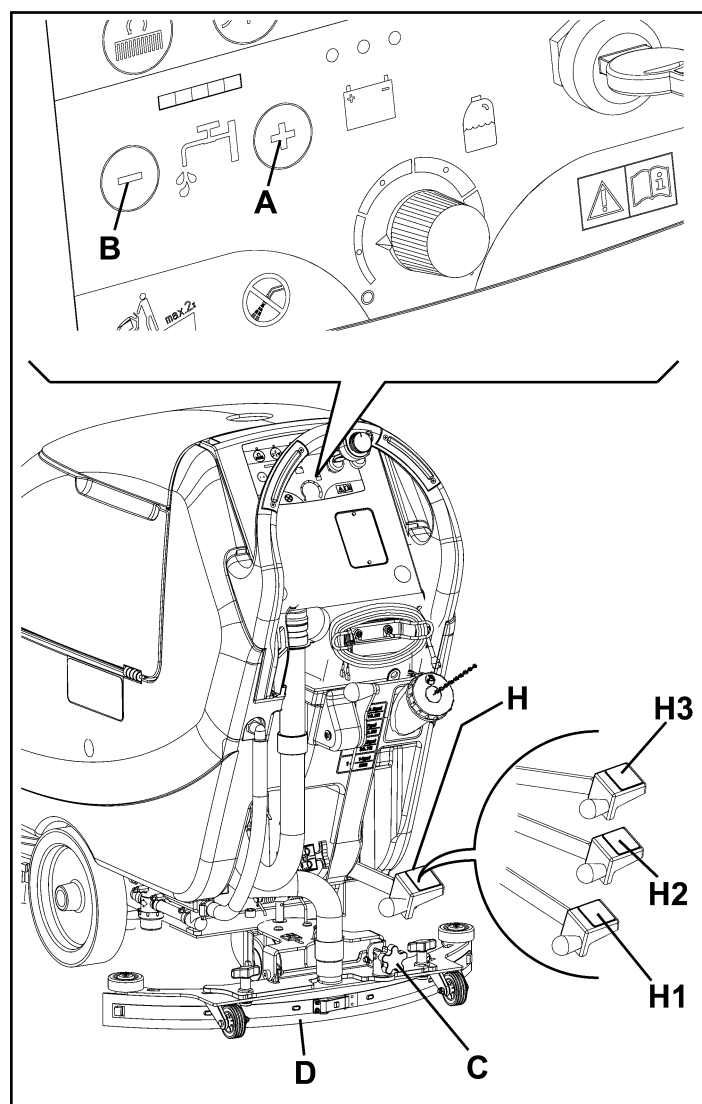

Figure 17
2. Si besoin est, activer les boutons-poussoirs de réglage du flux de l'eau de lavage (A et B, Fig. 17) selon le besoin et en fonction du nettoyage à effectuer.
3. Si besoin est, arrêter la machine et tourner le bouton de réglage de l'embouchure (C) de façon que la lamelle en caoutchouc arrière (D) touche le sol pour toute sa longueur.